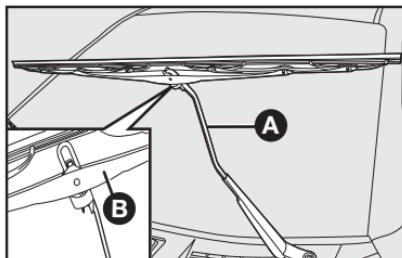

fig. 20
## Substituição das palhetas do limpador do para-brisa - fig. 20
2) Pressionar a palheta B-fig. 20 para baixo e desengatá-la do braço A;